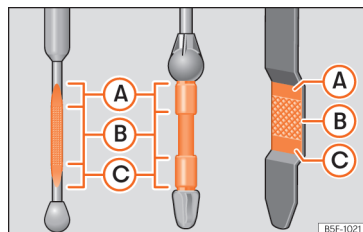

Abb. 184 Ölmesstab
Legende zur >>> **[Abb. 184]:**
- Den Messstab anschließend wieder herausziehen und den Ölstand ablesen » (Abb. 184). Füllen Sie gegebenenfalls Motoröl nach.
- Wenn der Ölstand mindestens den Bereich » (Abb. 184) Ⓑ erreicht hat, vorsichtig den Deckel des Einfüllstutzens aufschrauben » Ⓒ. Motoröl-Spezifikation » S. 290.